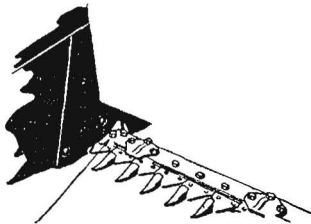

Bild 15
1. Fingerbalken abschrauben durch Lösen der vier Schrauben (Bild 15).